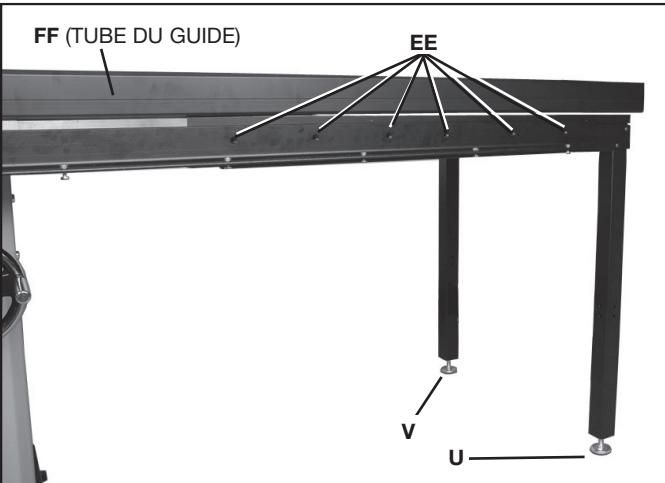

FIG. 13
1. Placer le pied de nivellation (U) fig. 13 à l'avant de la scie jusqu'à ce que les trous (non visibles) dans la rallonge de table s'alignent sur les trous (EE) dans la barre de guidage avant. (**REMARQUE :** c'est la version de 1,3 m (52 po) qui est illustrée dans la figure 13.)
REMARQUE : placer le tube du guide (FF) en travers de la table de la scie et sur la rallonge de table comme l'illustre la fig. 13. S'il y a un écart (comme dans l'illustration), il faut ajuster le pied de nivellation (DD) pour monter un peu la table.
2. Insérer une vis à tête plate de 1/4-20 x 19 mm (3/4 po) dans un trou (EE) fig. 13 sur la barre de guidage avant. Enfiler un écrou à embase cannelé de 1/4-20 sur la vis par le dessous de la rallonge de table.
3. Répéter cette démarche avec les trous restants (EE) fig. 13 dans la barre de guidage avant.
REMARQUE : au lieu du pied de nivellation (U) Fig. 13, mettre le pied de nivellation (V) en place juste avant d'installer les attaches de la barre de guidage arrière.